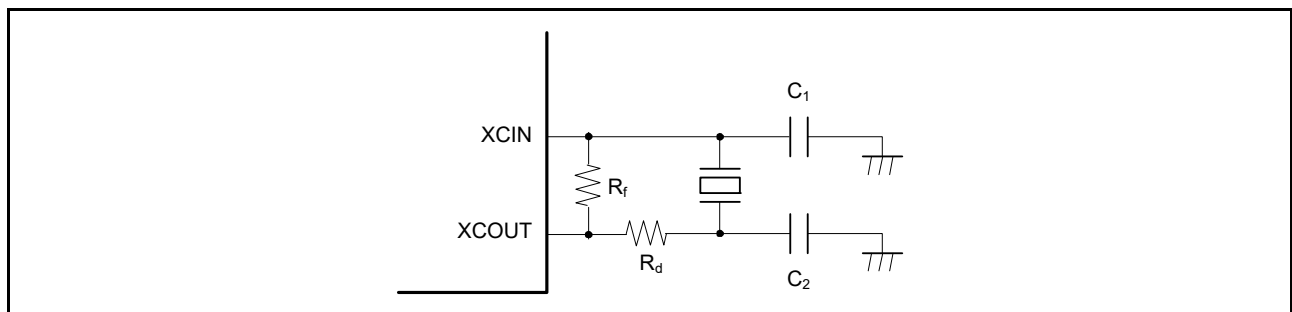

図 9.4 32.768kHz 水晶振動子の接続例
32.768kHz の水晶振動子を接続する場合の接続例を図 9.4 に示します。